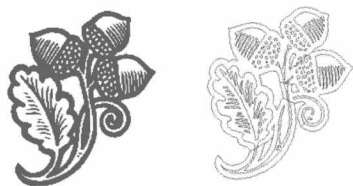

图 1-1 将 WMF 文件 (左) 输入到 AutoCAD
- 找到附盘文件“输入图形文件素材.wmf”文件, 单击“打开”按钮, 输入此文件到 AutoCAD 2009 中文版, 如图 1-1 所示。这样就完成了图形文件输入。